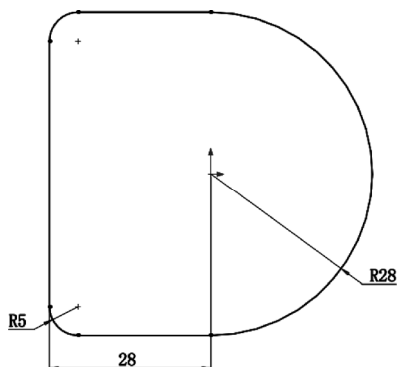

图 12-62 绘制草图 1
**02** 绘制草图。在左侧的“FeatureManager 设计树”中用鼠标选择“前视基准面”作为绘制图形的基准面。单击“草图”控制面板中的“矩形”按钮, “圆心/起/终点圆弧”按钮, “绘制圆角”按钮, 绘制草图轮廓，标注并修改尺寸，结果如图 12-62 所示。